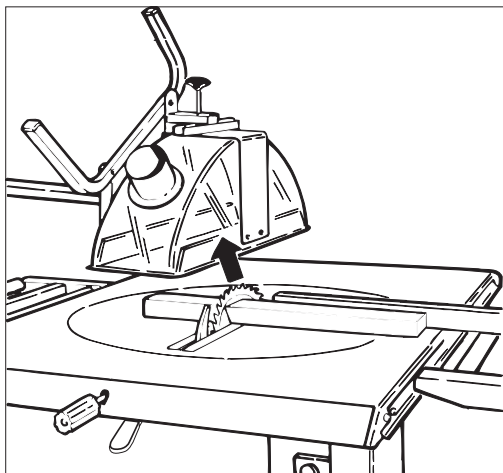

Fig. 13
- Innstill sagbladet i ønsket krengevinkel. Arbeidstykket kappes som under punkt 5.1. Se *fig. 13 og 14*.